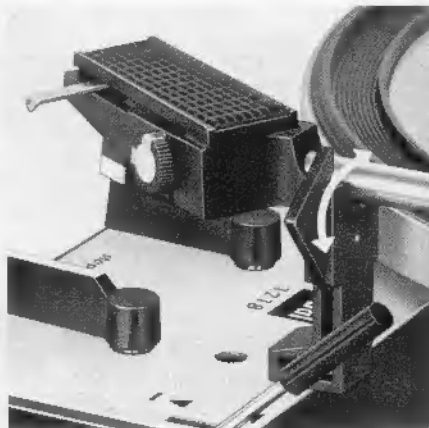

Fig. 7
Dann wählen Sie die erforderliche Plattenteller-Drehzahl ②, stellen die Drehtaste ③ auf den Schallplatten-Durchmesser (17, 25 oder 30 cm, bzw. 7, 10 oder 12") ein und entriegeln den Tonarm (Fig. 7). Nun ist das Gerät betriebsbereit.
Bemerkung: Nach dem Spielen der Schallplatte oder der letzten Platte eines Stapels erfolgt die Rückführung des Tonarmes und das Abschalten automatisch. Es empfiehlt sich, nach Spielende den Tonarm zu verriegeln (Fig. 7).